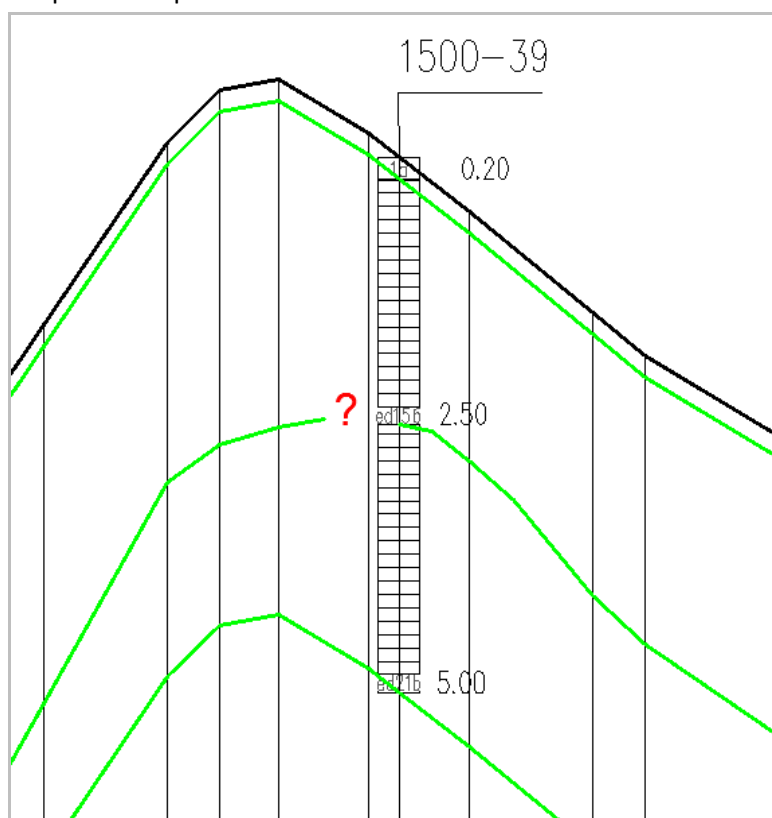

Рис. 59. Команда Проверить подключения выполняется автоматически при загрузке чертежа, а также после синхронизации и модификации объектов геологических линий.
- К границе слоя в скважине должны быть подсоединены (с помощью объектной привязки AutoCAD) две геопрофильные линии: одна справа, другая слева; или одна геопрофильная линия должна проходить через границу слоя (см. Подключение к горизонтам ИГЭ). При отсутствии соединения геопрофильных линий к слою скважины на объекте СКВАЖИНА отображается знак вопроса (?) напротив соответствующего слоя (см. Рис. 59). Команда Проверить подключения позволяет найти и исправить «проблемные места».